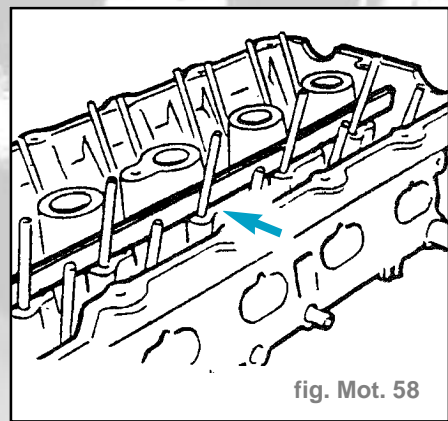

fig. Mot. 58
- Interstice maximal (fig. Mot. 58)